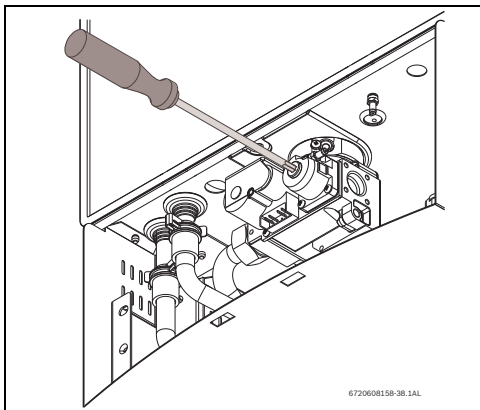

Fig. 47 Ajuste de CO2 en modo P2
- ▶ Remover la pintura amarilla de precintado/sellado, de la tapa de protección de la parte delantera de la válvula de gas y removerla con una llave Torx nº 40, Fig.47.
- ▶ Colocar la tapa de protección de la parte delantera de la válvula de gas, Fig.47.